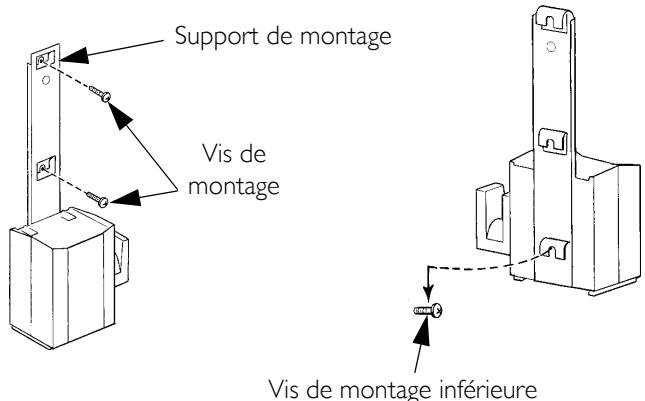

FIGURE 2.4 Fixation au mur du support de montage du chargeur de la batterie
- REMARQUE: Pour cette procédure, consultez la FIGURE 2.4.*